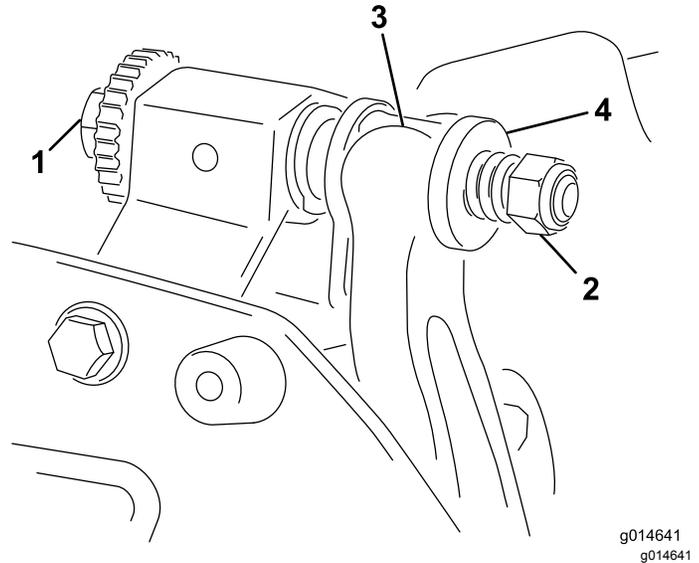

Figura 13
1. Gire el tornillo de ajuste de la barra de asiento en el sentido contrario a las agujas del reloj para alejar la contracuchilla del molinete (Figura 13).
2. Afloje la tuerca de tensado del muelle hasta que el muelle deje de presionar la arandela contra la barra de asiento (Figura 13).
- Instale la barra de asiento, colocando las pestañas de montaje entre las arandelas y el tornillo de ajuste de la barra de asiento (Figura 13).